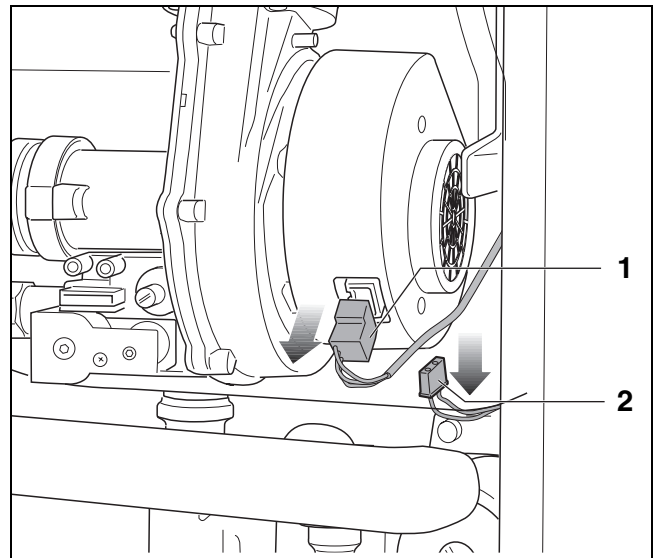

Fig. 66 Stekker op de ventilator loshalen
- Verwijder de connectors van de netvoeding (fig. 66, **pos. 1**) en signaalkabel (fig. 66, **pos. 2**) van de ventilator.